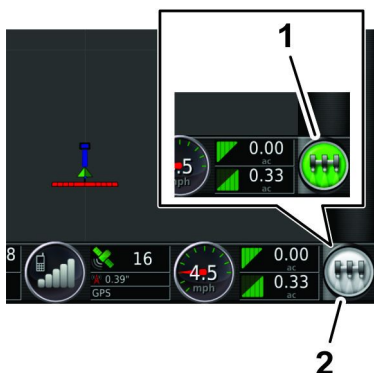

Figura 241
- Na consola de controlo do GeoLink, pressione o ícone INTERRUPTOR PRINCIPAL (Figura 241) para LIGAR (Verde).